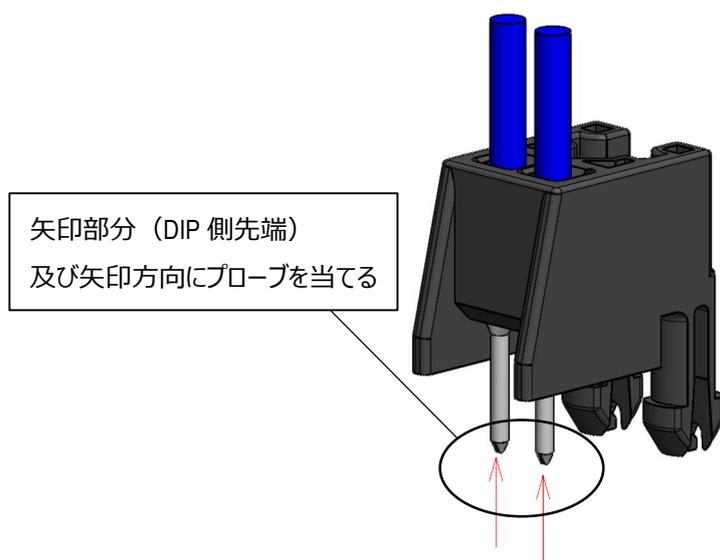

図.31 端子導通検査接点
- ① 導通検査を行う時は、端子先端に 0.5N 以下の荷重で矢印部分(DIP 側先端)及び矢印方向にプローブを当てて検査を行って下さい。
0.5N 以上の荷重を加えた場合、端子変形の恐れがあります。(図 31 参照)
- ② 端子に変形や傷が見られた場合は使用せず、新品と交換して下さい。